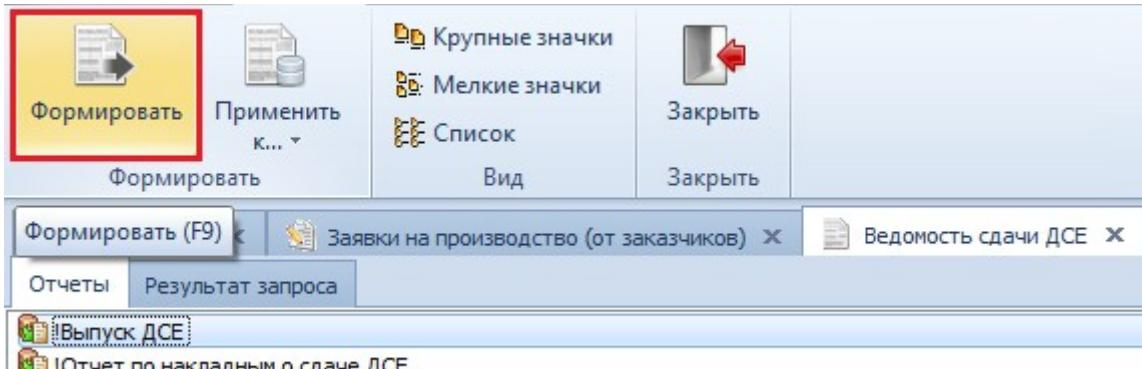

Рисунок 18.Кнопка "Формировать" на панели инструментов
- 2.7. На панели инструментов нажать кнопку *Формировать* (рис. 18).